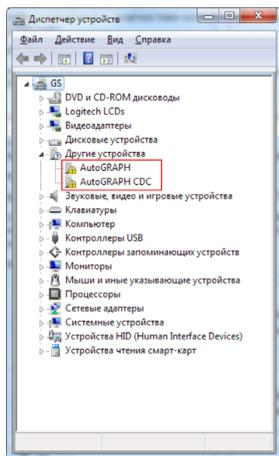

Рис.23. Установка драйвера.
2. Подключите контроллер АвтоГРАФ-GSM/SL (Gen. 2) к ПК, используя интерфейсный кабель USB AM – USB microB 5 pin. Система автоматически найдет новое оборудование (**Рис.23**). Для корректной работы контроллера с сервисно-диагностическими, диспетчерскими и конфигурационными программами необходимо установить драйверы устройств AutoGRAPH и AutoGRAPH CDC.